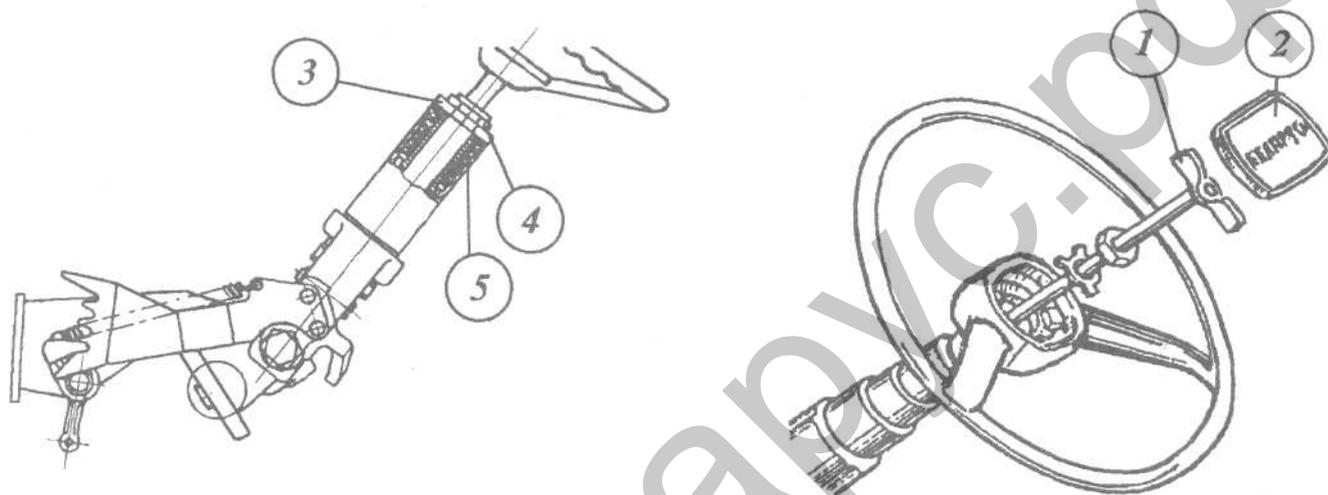

Рис. 4.25.
Для изменения положения рулевого колеса по высоте снимите крышку (2) (рис. 4.25), отверните на 3..5 оборотов винт (1) и, перемещая рулевое колесо вдоль оси рулевой колонки, установите его в выбранное положение, после чего заверните винт (1) и установите на место крышку (2).
Для предотвращения вибрации рулевого колеса следует затянуть гайку (3) (рис. 4.25) до соприкосновения с втулкой (5) при выбранных зазорах в соединениях, отвернуть гайку (3) на  $1/2 - 1$  оборот и законтрить контргайкой 4.